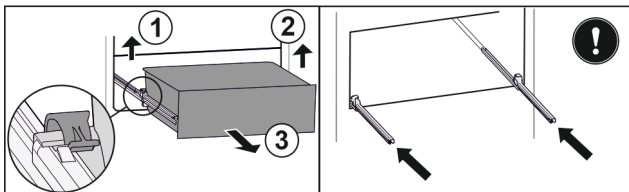

Fig. 142
- Løft venstre klemme og trekk samtidig skuffen fremover til venstre. Fig. 142 (1)
- Løft høyre klemme og trekk samtidig skuffen fremover til høyre. Fig. 142 (2)
- Ta ut skuffen framover. Fig. 142 (3)